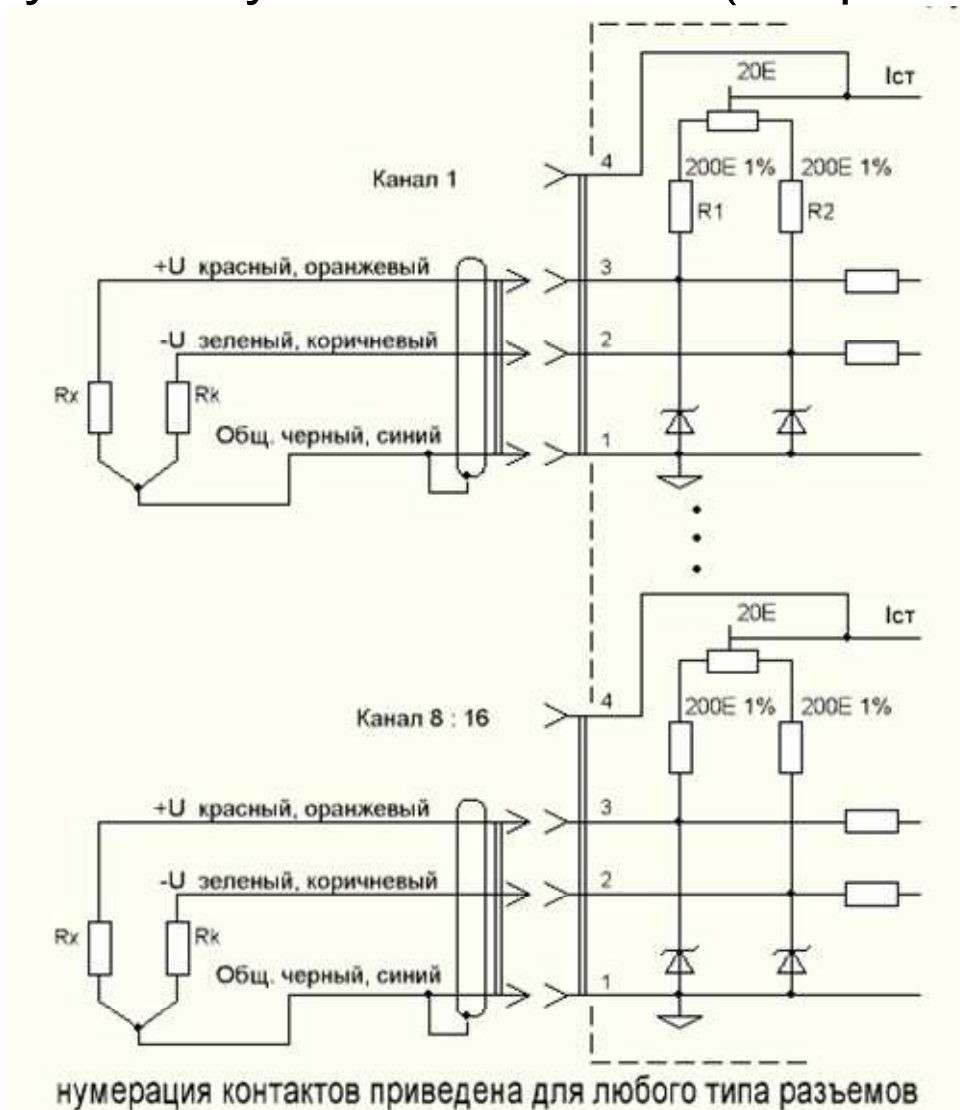

Рис. 7.1. Схема подключения датчиков к адаптеру
7.2.1. Тензодатчики должны быть подключены к адаптеру по полумостовой схеме (см. рис. 7.1).